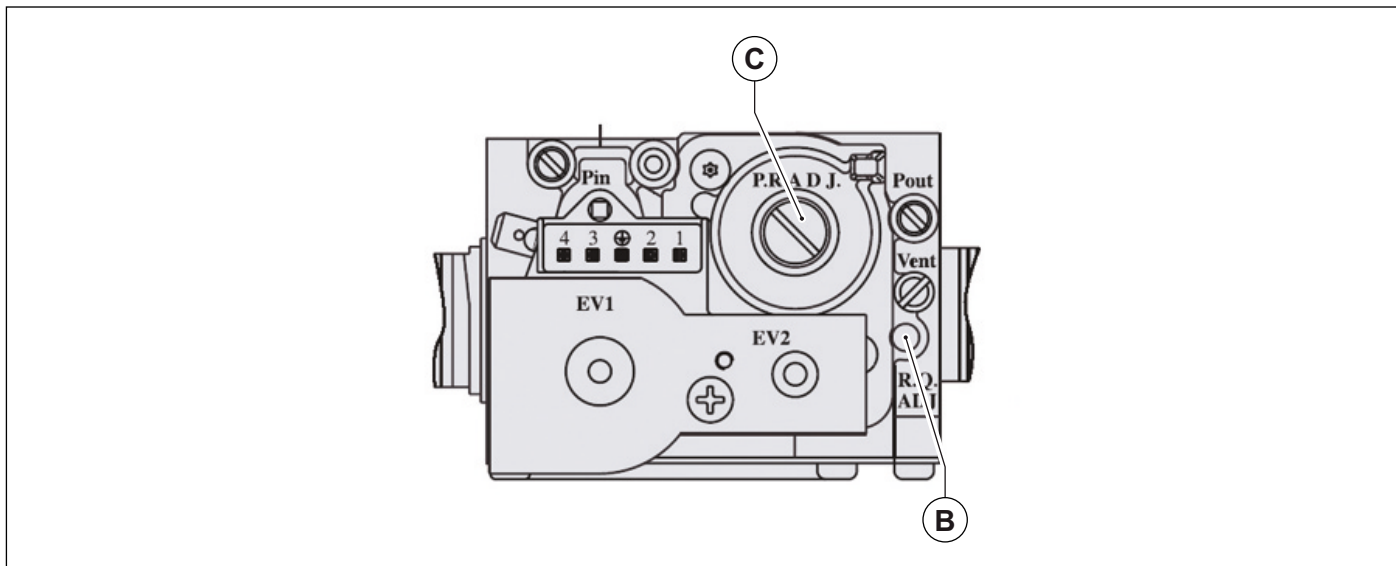

Abb. 34 Einstellen des Gas-Kombiventils
- Den CO₂ Wert mit einem Abgasanalysegerät messen und anpassen, an der kleinen Einstellschraube **B** an dem Gas-Kombiventil einstellen (siehe Abb. 34 Einstellen des Gas-Kombiventils) die Abgaswerte überprüfen/anpassen, siehe Tab. 25 CO₂-Werte. Das Gerät im Schornsteinfegerbetrieb belassen und zum nächsten Schritt „Einstellen der min. Brennerleistung“, übergehen.
- Den CO₂-Wert mit einem Abgasanalysegerät messen und anpassen, die Einregulierung der Gasmenge min. findet an der großen Schraube **C** des Gas-Kombireglers statt, Grenzwerte (siehe Abb. 34 Einstellen des Gas-Kombiventils) die Abgaswerte überprüfen/anpassen, siehe Tab. 25 CO₂-Werte.